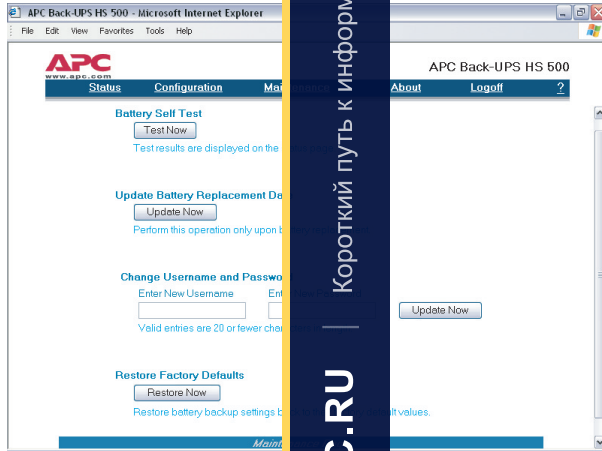

Рисунок 15. Окно экран технической поддержки
14. Используя **Окно технической поддержки** (Maintenance Screen) (Рис. 15), можно осуществить самопроверку аккумулятора, получить обновленные данные о сроках его замены, а также сменить имя пользователя и пароль (как указано выше). После этого можно нажать кнопку **Update Now** (Обновить), либо **Restore Factory Defaults** (Восстановить настройки по умолчанию). Примечание: Для осуществления любого из описанных действий необходима предварительная регистрация на сайте.